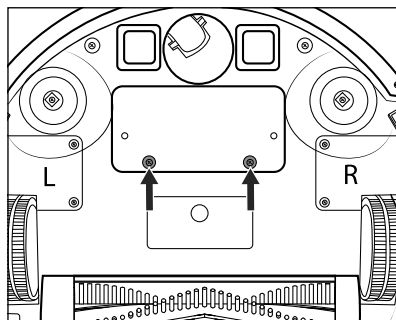

Fig. 16
① Indicație
- 1) Utilizând o șurubelniță în cruce, slăbiți cele două șuruburi de pe capacul compartimentului pentru acumulator ⑲ (a se vedea fig. 16) de pe partea inferioară a aparatului și scoateți-l din aparat. Scoateți capacul compartimentului pentru acumulator ⑲ din aparat.